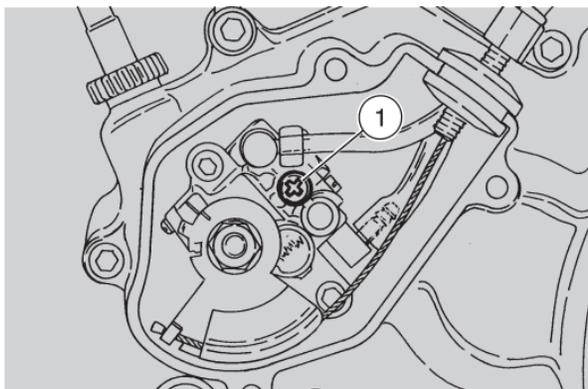

Fig. 47
- togliere la vite a croce (1-Fig. 47), situata sulla pompa olio miscelatore, ed aspettare la fuoriuscita dell'olio attraverso il foro;
- quando il flusso dell'olio in uscita è privo di bollicine di aria, rimettere la vite (1-Fig. 47).